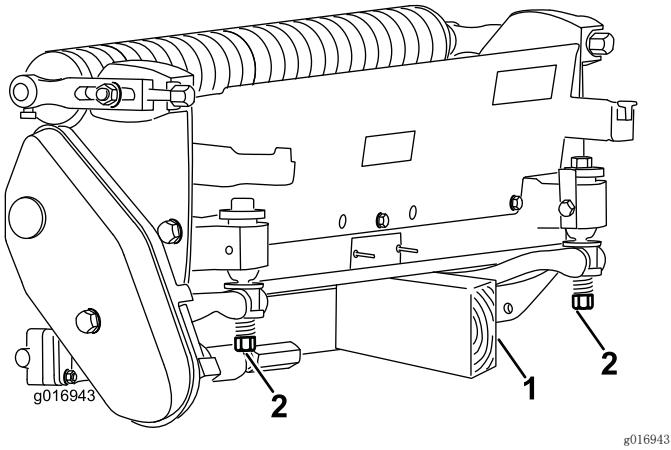

图8
当您需要翻转滚刀组以露出底刀/滚刀时，应支撑住滚刀组的后部，确保底刀架调节螺丝后端的螺母不会接触工作表面（图8）。
**注意：**确保底刀架调节螺丝后端上的螺母不与工作表面接触（图8）。